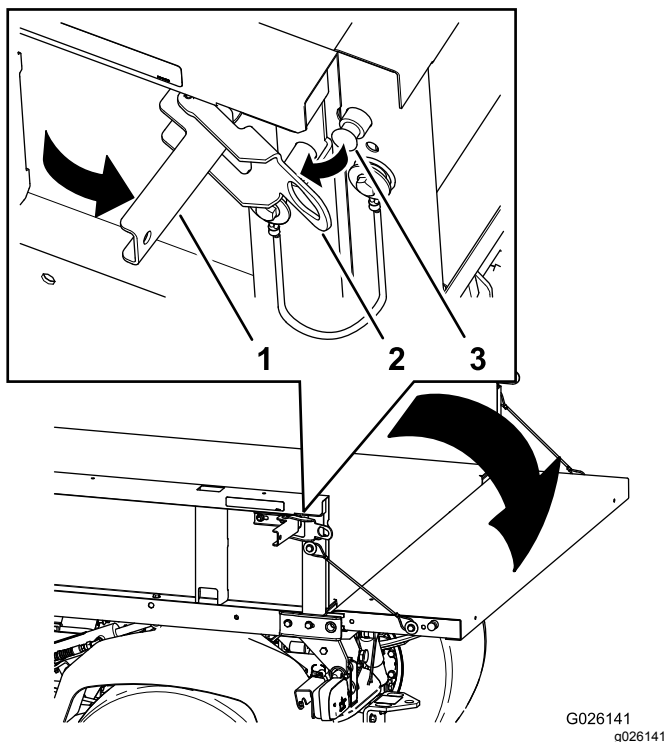

Bild 22
2. Öffnen Sie die Riegel an der rechten und linken Seite der Ladepritsche und senken Sie die Heckklappe ab (Bild 22).